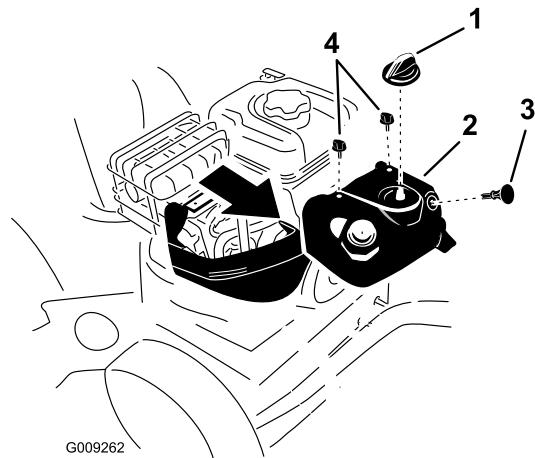

Figure 56
Remarque: Vous devez retirer le capot anti-neige supérieur pour accéder à la bougie d'allumage (Figure 56).
- Vis (2)
- Enlevez la commande de starter et la clé de contact (Figure 56).
2. Enlevez les 2 vis qui fixent le capot anti-neige à la machine (Figure 56).